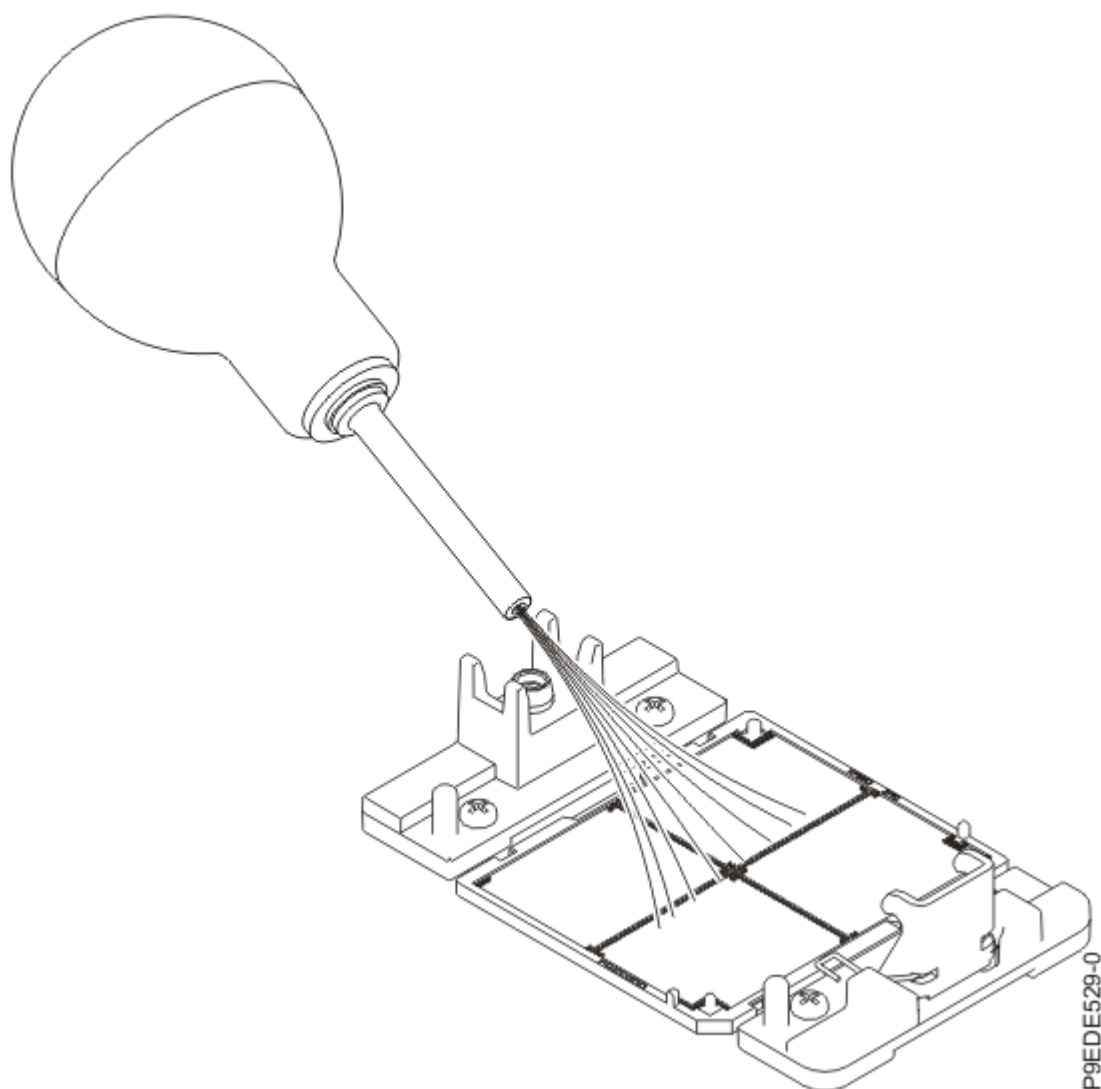

Figura 132. Eliminación de polvo y restos de suciedad del zócalo del procesador del sistema
- a) Si hay restos de polvo o suciedad en el zócalo del procesador del sistema, utilice la bomba de aire suministrada para limpiar el área del zócalo del procesador del sistema. Sople pequeñas ráfagas de aire desde el centro a los lados del zócalo, como se muestra en la Figura 132 en la página 149.